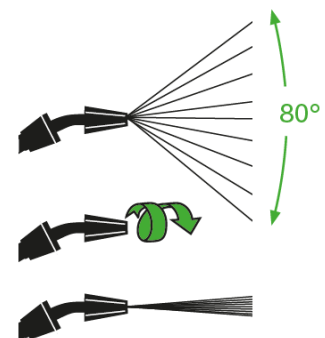

Fig. 4
- Appuyez sur la gâchette (11) de la poignée pour commencer la pulvérisation. Pour une pulvérisation continue, verrouillez la gâchette à l'aide du verrou de gâchette (10).
- Réglez le jet en tournant la buse de pulvérisation (7). Voir la Fig. 4.